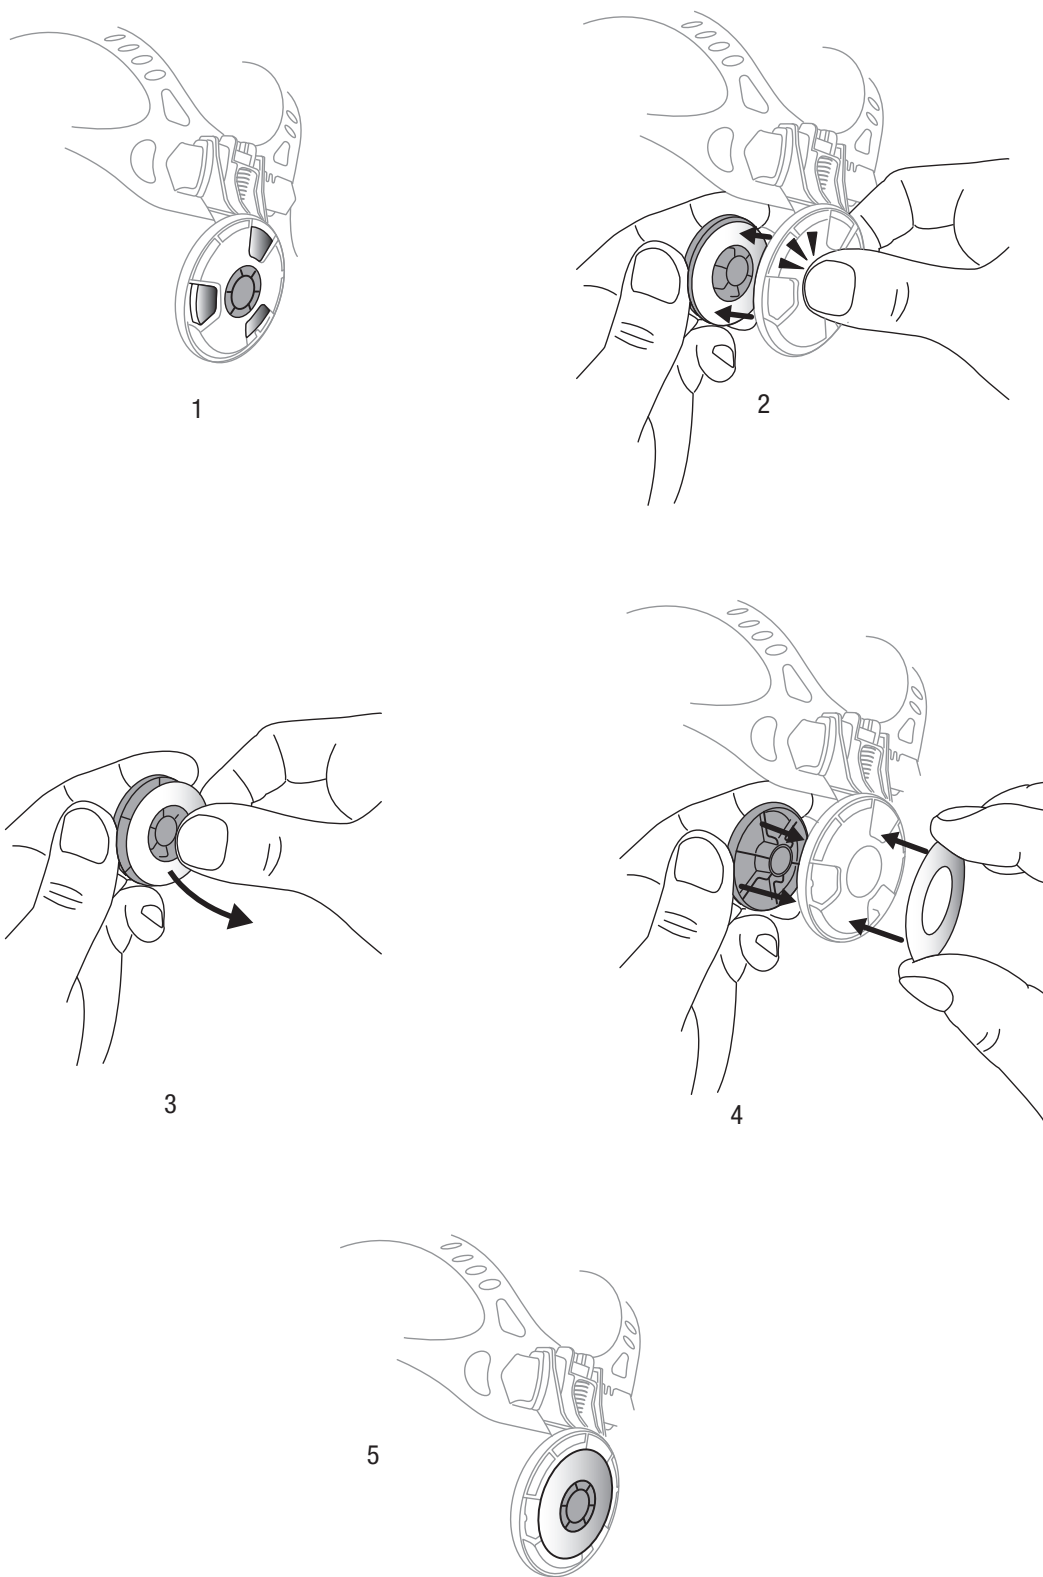

Fig. 6c
- c. La parada de detención se puede desactivar desatornillando la perilla de giro ubicada a la izquierda; retirando la arandela de acero inoxidable; reemplazando la arandela de retención; reemplazando la arandela de retención deslizada desde adentro hacia fuera de la arandela de retención; y, luego, volviendo a ensamblar la perilla de giro ubicada a la izquierda (Fig. 6c).